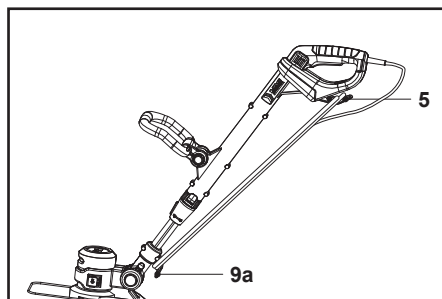

Fig. 30
5. Enrouler le cordon d'alimentation (3) ou la rallonge sur les deux supports de câble (5, 9a) et le ou la fixer à l'aide d'un clip de cordon approprié (Fig. 30).